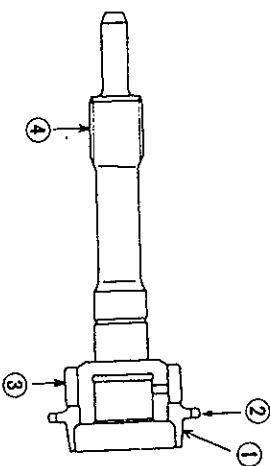

Fig. 13-33
Verificar si hubiera señales de desgaste o daños en el cono (1) y el anillo dentado (2) según Fig. 13-33.